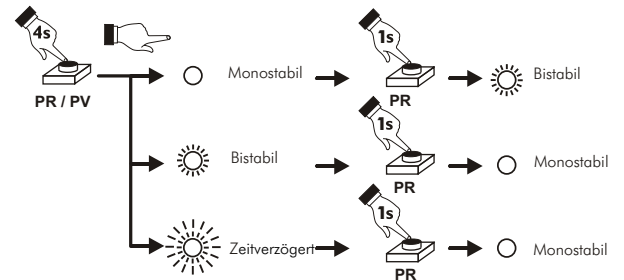

Fig. 4
9.1 Programmierung der Relais (Abb. 4)